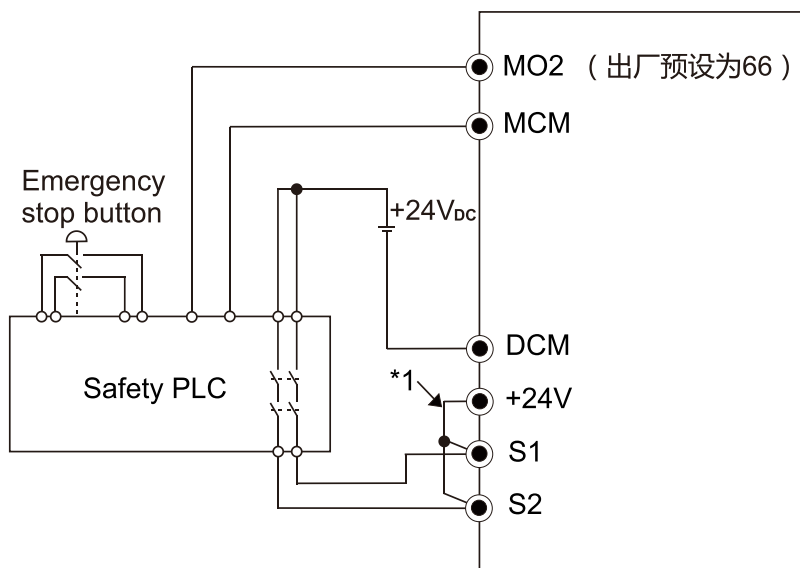

图 17-3
10. 配线如下图 17-3 所示，正常时开关 ESTOP 接点须闭合，变频器才能输出且不跳异常。